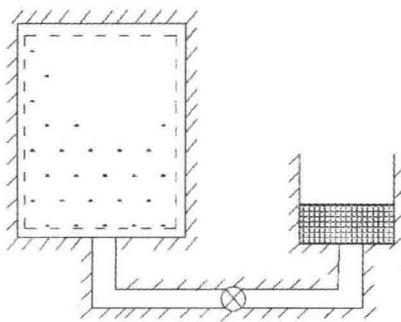
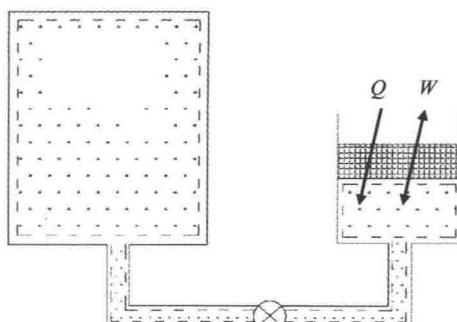

图 1.2
图 1.3
例题 1-12：绝热刚性容器内的气体通过阀门向气缸充气。开始时气缸内没有气体，如图 1.2 所示。气缸充气后，气体推动气缸内的活塞向上移动，如图 1.3 所示。设管道阀门以及气缸均可认为是绝热的。若分别选取开口系统与闭口系统，试说明它们的边界应该如何划定？这些系统与外界交换的功量与热量又如何？
解：(1) 若以容器内原有的气体作为分析对象，属于闭口系统。容器放气前，边界如图 1.2 中的虚线所示。放气后边界如图 1.3 中的虚线所示。气体对活塞做的功 W 是闭口系统与外界交换的功量。气体通过活塞与外界交换的热量 Q 是此闭口系统的传热量。